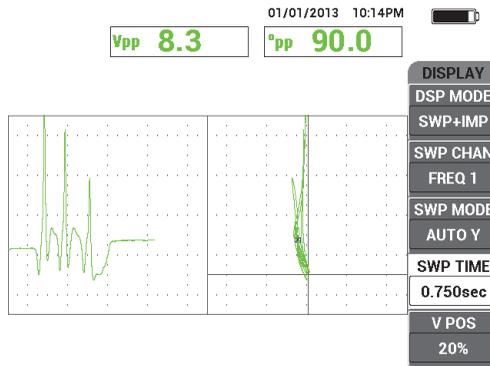

Figura 5-37 Amplitud de señal máxima y ángulo de señal visualizados por defecto
3. Controle que el valor de la amplitud de señal máxima y el ángulo de señal sean visualizados por defecto, tal como se muestra en el ejemplo de la Figura 5-37 en la página 167. Para obtener más detalles acerca de los tipos o la posición de las lecturas en el plano de impedancia visualizado, consulte la sección «Visualización de las lecturas en tiempo real» en la página 64.